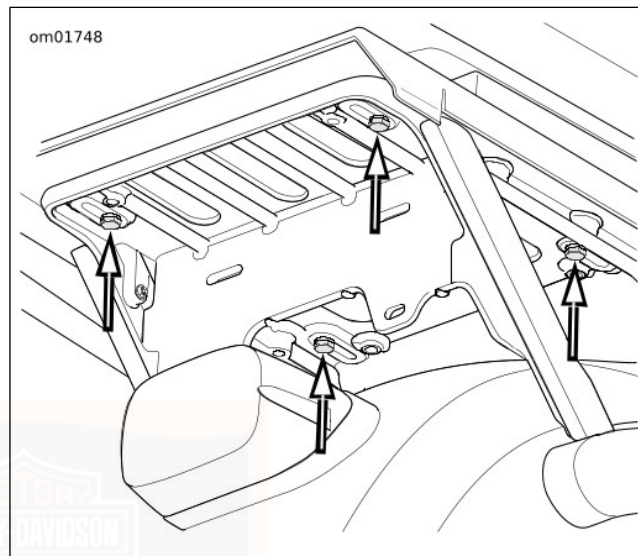

Figure 34. Vis de support du Tour-Pak (modèles APC)
1. Voir Figure 34. Retirer les quatre écrous qui fixent l'attache du Tour-Pak au support.